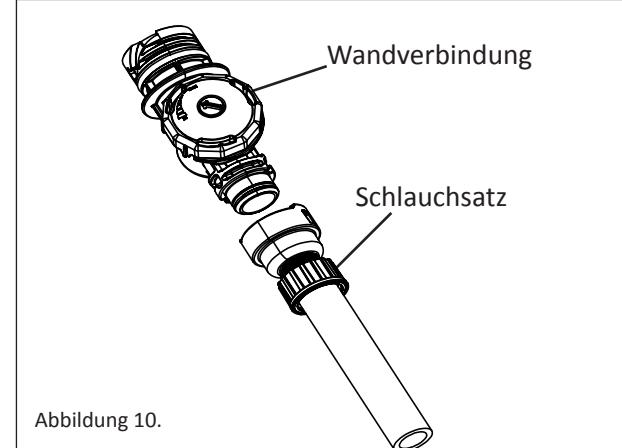

Abbildung 10.
1. Befestigen Sie den Schlauchsatz an der Wandverbindung. **Siehe Abbildung 10.** Befestigen Sie dann die Wandverbindung (mit Schlauch) am Wandadapter. **Siehe Abbildung 10.** Nehmen Sie das andere Ende des Schlauchsatzes und gehen Sie zu jenem Punkt des Pools, der am weitesten vom Wandadapter entfernt ist. **Um eine Überdehnung des Schlauchs zu verhindern, lassen Sie den Schlauch auf dem Poolwasser schwimmen.** Messen Sie die überschüssige Schlauchlänge (jener Teil des Schlauchs, der über den Rand des Pools hinausragt). Dadurch wird die Schlauchlänge bestimmt, die von den Abschnitten 2 und 3 abgeschnitten werden muss.